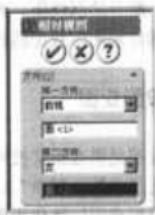

图 6-44 “相对视图”属性管理器
- (4) 弹出“打开”对话框，打开模型文件，显示“相对视图”属性管理器，如图 6-44 所示。